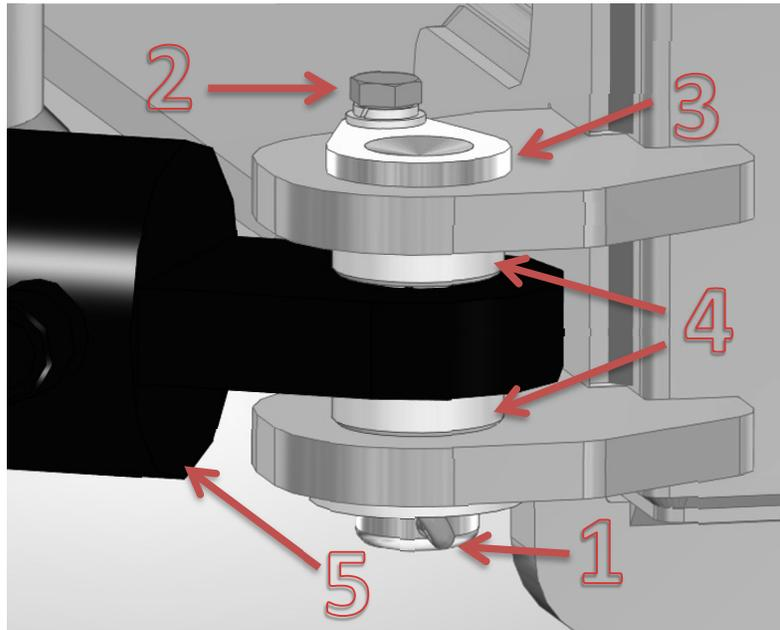

Abb. 9. Neupositionierung des Zylinders
3. Entfernen Sie die Splinte (Nr. 1 in Abb. 9) von den Zylinderstiften und schrauben Sie die M8-Schrauben (Nr. 2) heraus.